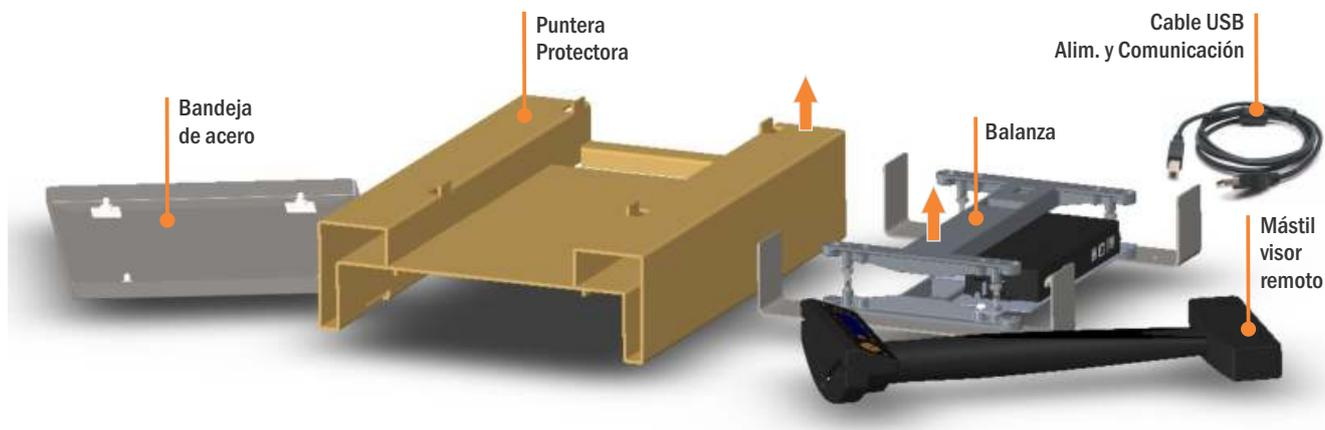

Fig. 2
3. Retire la PROTECCIÓN INTERNA de cartón y levante cuidadosamente el EQUIPO hasta sacarlo de la caja (fig 2).